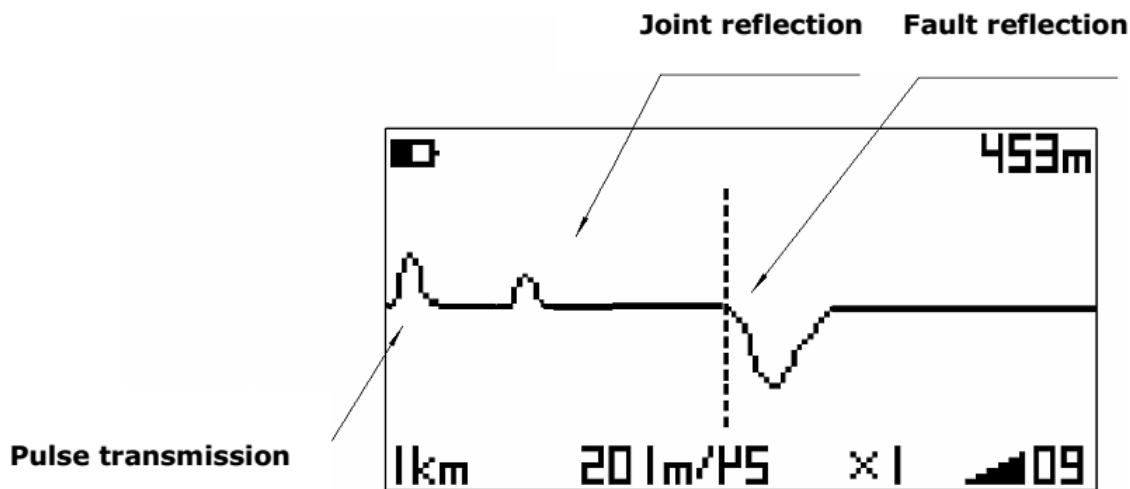

Figure 5. Typical example
El comienzo de la forma de onda del impulso de reflexión es la falla posición. Cuando mueva el cursor a esta posición, por ejemplo, el cursor virtual en la imagen 5, aparecerá una distancia en la esquina derecha de la pantalla que es la distancia de falla.
* Posición Maunal: Presione \leftarrow & \rightarrow para mover la curva hacia la izquierda y hacia la derecha. Consulte la fig. 5 5